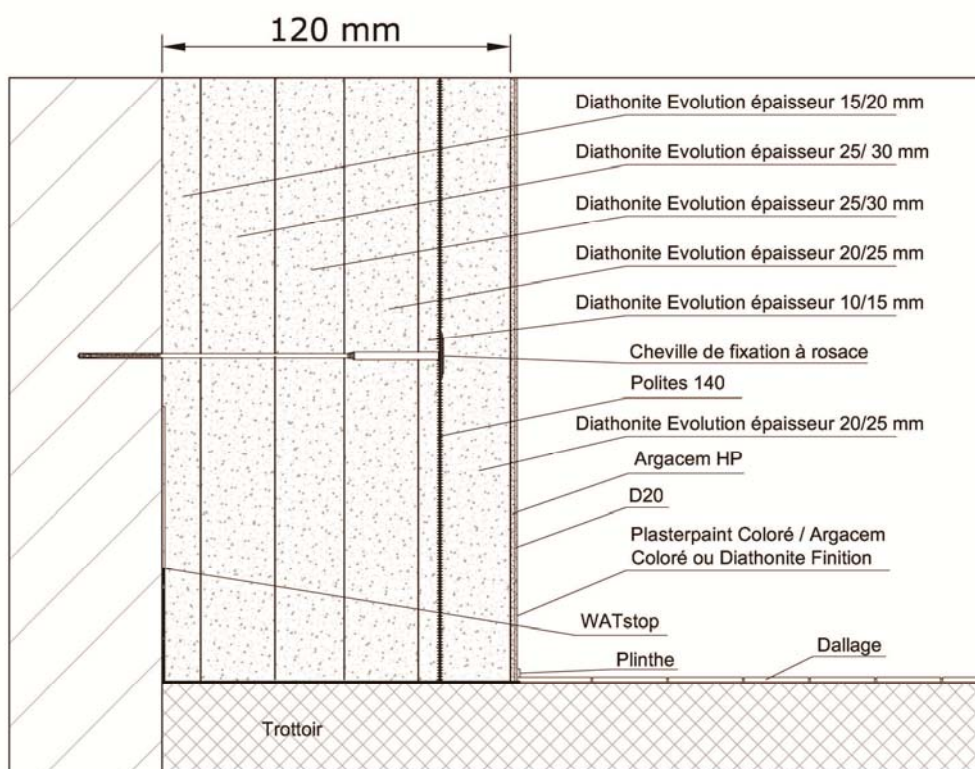

Figure 3 : schéma de mise en œuvre pour les épaisseurs d'enduit Diathonite Evolution supérieure à 60 mm – ex : cas d'une application en 120 mm
- Cas d'une application avec une épaisseur d'environ 120 mm d'enduit Diathonite Evolution (cf. figure 3) :